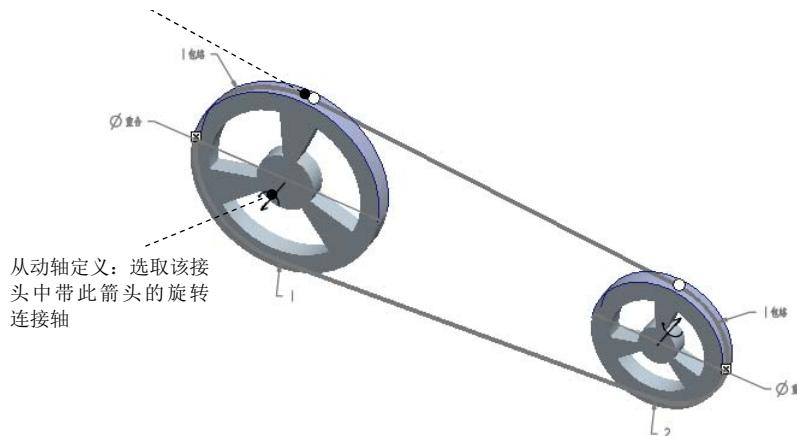

图 7.3.11 带传动设置
Step3. 选取图 7.3.11 中轮 1 (WHEEL1) 的边缘曲面, 按住 Ctrl 键, 再选取图 7.3.11 中轮 2(WHEEL2)的边缘曲面, 完成后的效果如图 7.3.11 所示。
(1) 输入伺服电动机名称。在该对话框的“名字”文本框中输入伺服电动机名称，或采用系统的默认名。
(2) 选择运动轴。在图 7.3.11 所示的轮 1 上选取旋转连接轴 Connection_1c_axis_1。